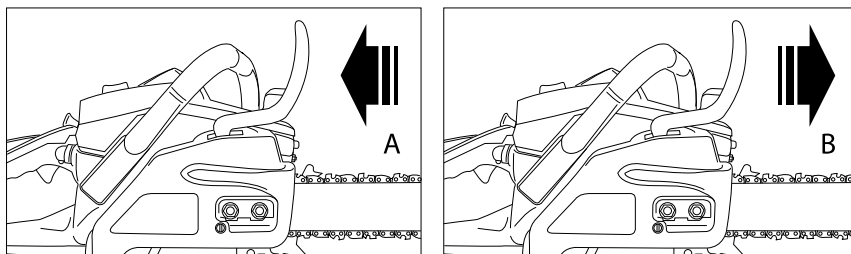

Рис. 12
- Тормоз выключен (цепь может двигаться), когда щиток тормоза оттянут назад (А) (рис. 12).
- Тормоз включен (цепь не может двигаться), когда щиток тормоза направлен вперед (В). В этом случае цепь не должна двигаться по шине (рис. 12).